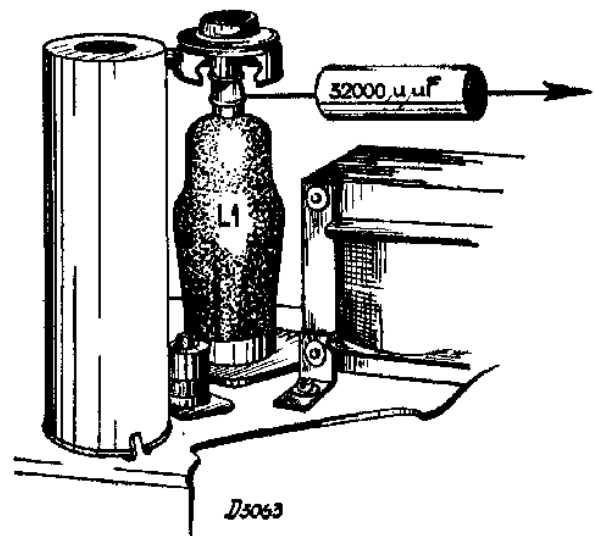

Fig. 2
- Gemoduleerd signaal van 128 kc. via 32000 μF aansluiten aan topverbinding van L1 (zie fig. 2).